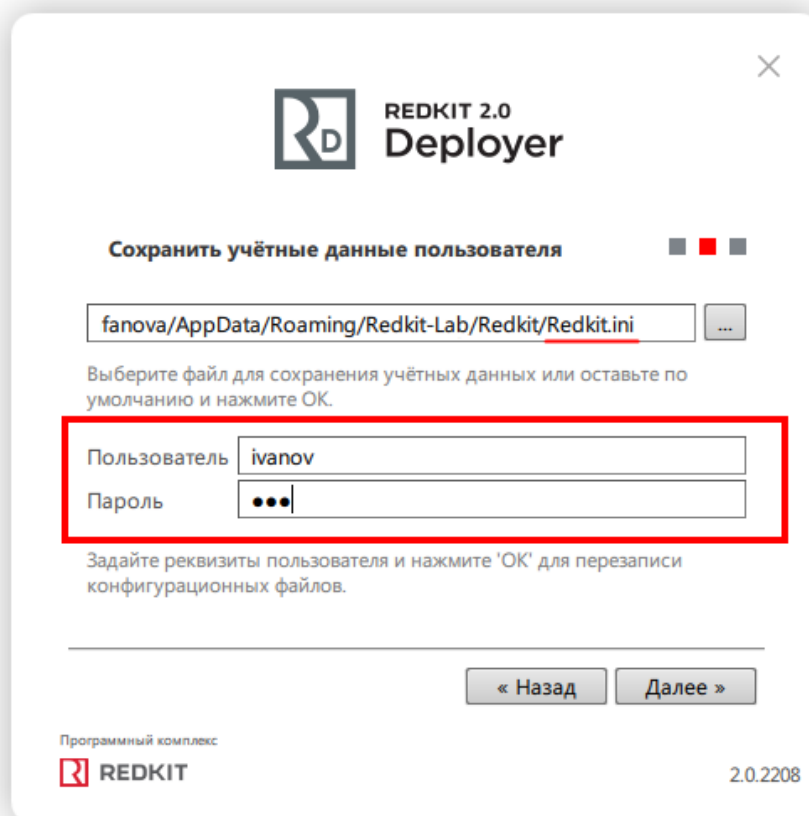

Рисунок 391 - Учетные данные пользователя в configdeployer
1. Запустите утилиту *configdeployer* (по умолчанию расположена в *C:\Program Files\Redkit-Lab\Redkit*): введите реквизиты сервера ключей и для выбранного конфигурационного файла *Redkit.ini* установите реквизиты пользователя, от которого будет выполняться автозапуск Redkit Workstation (Рисунок 391).